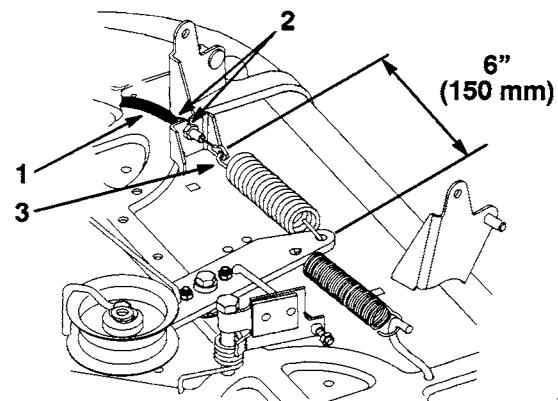

Bild 47
12. Den Messerschalthebel (ZWA) am Armaturenbrett einschalten. Den Abstand zwischen den Hakenenden der Mitläufefeder messen (Bild 47). Die Klemmmuttern so einstellen, daß ein Abstand von 150 mm resultiert (Bild 47).